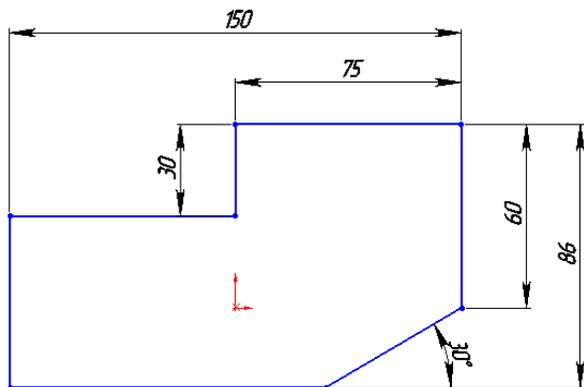

Рис. 4.57
1. Построение детали Пластина начнем с оформления эскиза детали. Построим эскиз на плоскости Спереди (рис. 4.57).